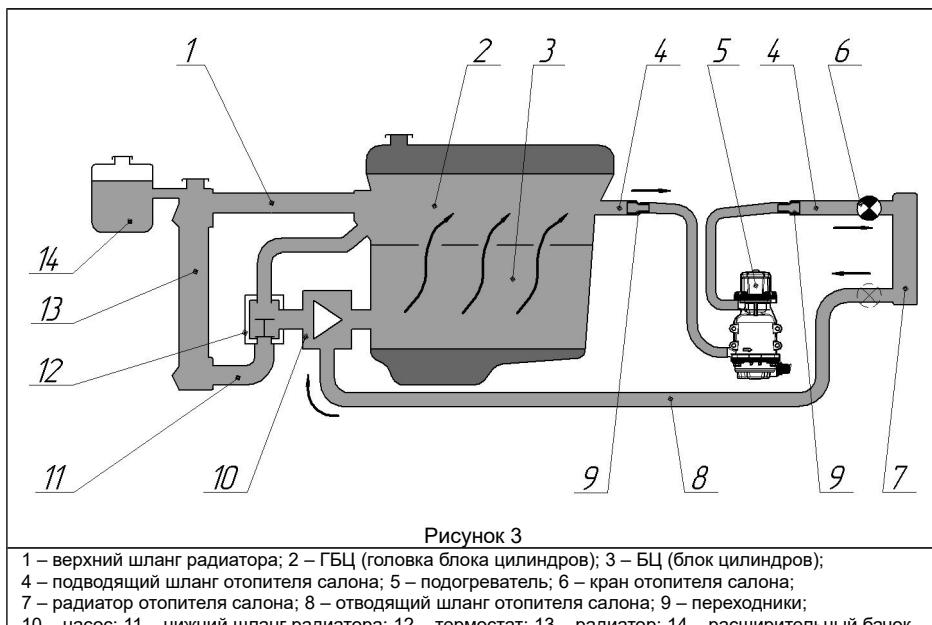

Рисунок 3
6.2 В состав комплекта входят детали и материалы, позволяющие произвести монтаж подогревателя на автомобиле по схеме, представленной на рис. 3. Подключение подогревателя к контуру циркуляции ОЖ производится через шланг подачи ОЖ от двигателя к радиатору отопителя салона независимо от расположения термостата.
6.3 Подогреватель должен быть установлен строго в вертикальном положении (насос вверху, рис. 3).
⚠ ВНИМАНИЕ! Для автомобилей оснащенных инновационной системой терморегулирования ITM (ряд бензиновых двигателей TSI, FSI и дизельных TDI концерна Volkswagen) монтаж подогревателя по схеме рис. 3 через отопитель салона не допускается из-за наличия в системе управляемых электромагнитных клапанов.